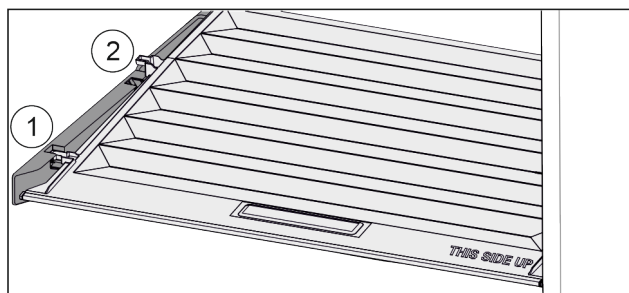

Fig. 73
- Pokrov povlecite naprej Fig. 73 (1) do odprtine v držalnih delih.
- Zadaj ga od spodaj dvignite in odstranite Fig. 73 (2) navzgor.